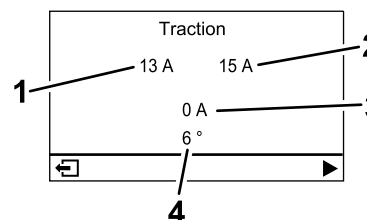

Figura 22
- **Ecrã de informações do motor (Figura 22):** mostra o ângulo atual da direção e a amperagem alocada a cada motor de tração.